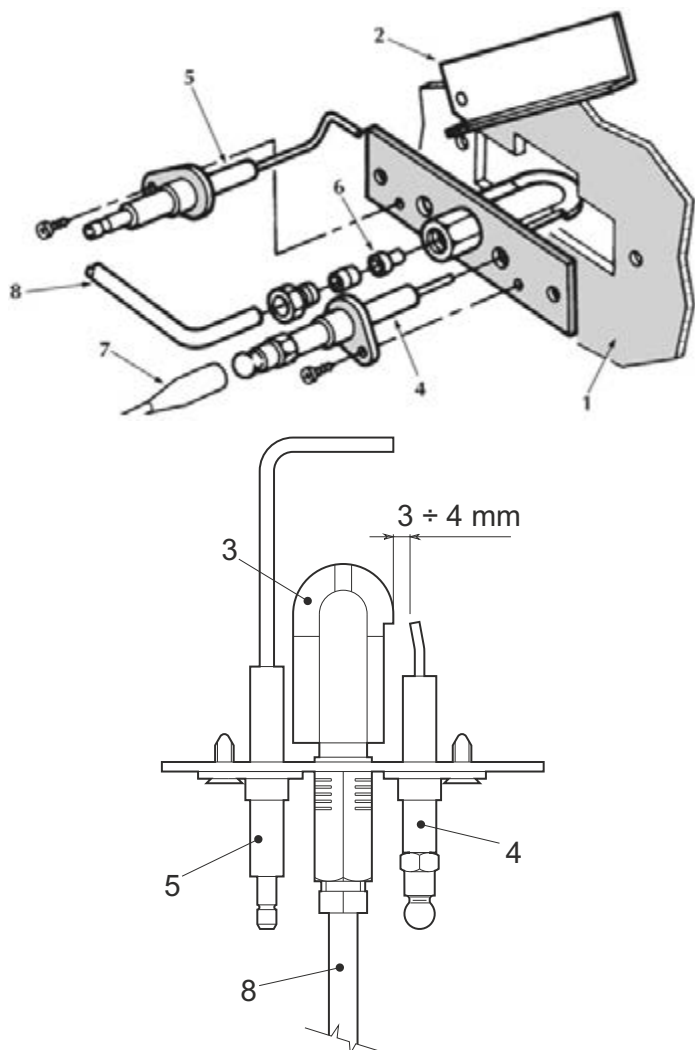

fig. 21 - Bruciatore pilota
- Gli elettrodi devono essere liberi da incrostazioni e correttamente posizionati (vedi fig. 21).